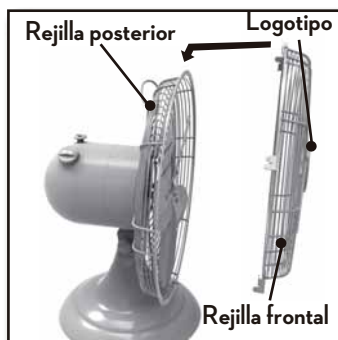

Figura 11
6. Centre la rejilla delantera alineando el logotipo en el cubo de la rejilla para que quede horizontal y paralela al suelo. Figura 11.